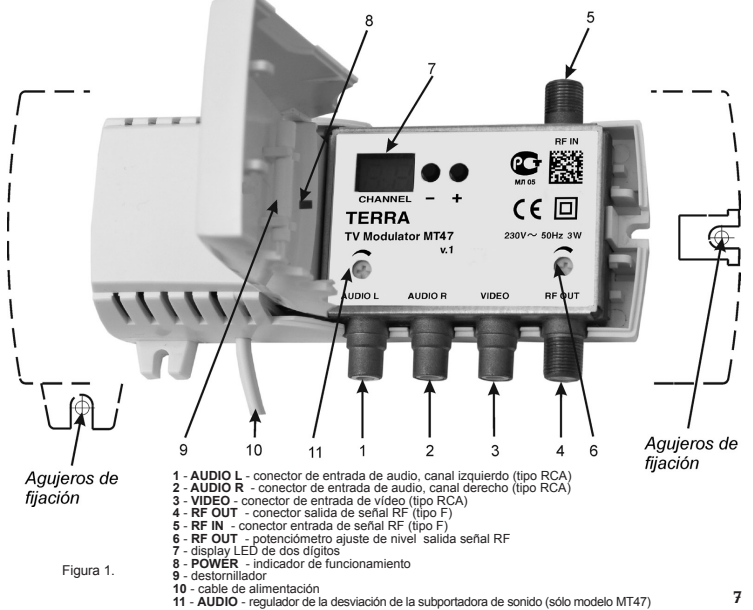

Figura 1.
Para montaje del modulador en la pared, atornille el modulador en la pared (ver figura 1).
**MT47:** Cuando la señal de entrada esta comprendida entre 340 mV y 775 mV en ambas entradas de audio, use el regulador (figura 1, posición 11) para ajustar la desviación de la portadora  $\pm 50$  kHz. El ajuste de fabrica es  $\pm 50$  kHz para una entrada de 775 mV en ambas entradas de audio.
Utilice el potenciómetro (figura 1, posición 6) para ajustar el nivel de salida. El ajuste del nivel de salida es de 0 + -20 dB.